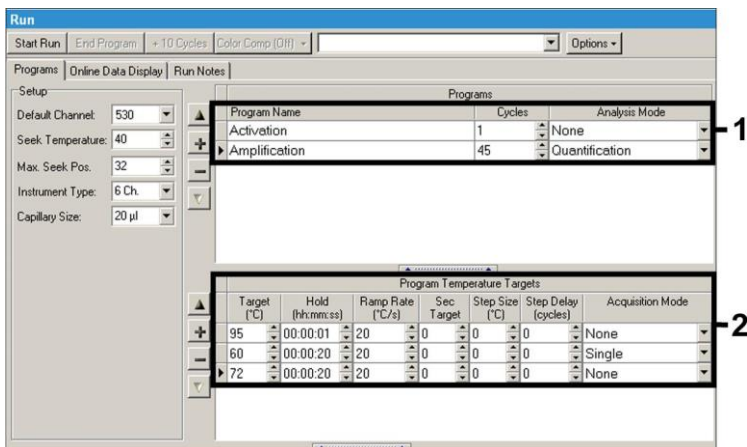

Fig. 7: Amplificazione del DNA.
- B. Amplificazione del DNA Fig. 7